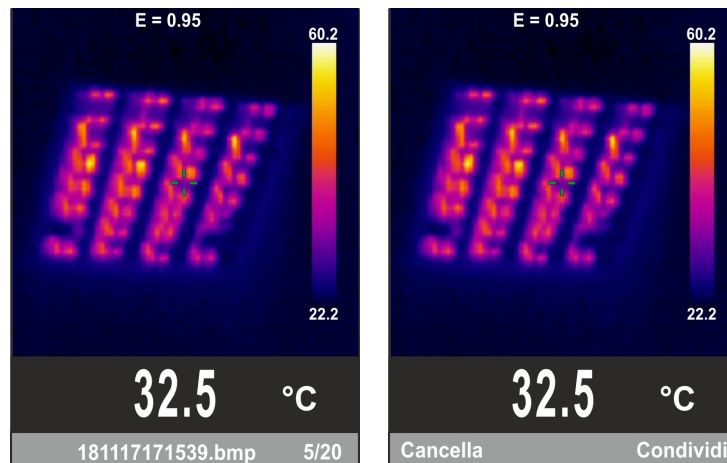

Fig. 7: Richiamo, cancellazione e condivisione dell'immagine a display
14. Usare i tasti ▲ o ▼ e il tasto **OK** per la selezione dell'opzione "Richiama foto". La videata di Fig.7 – parte sinistra (corrispondenti all'ultima immagine salvata) è mostrata a display:
16. Per cancellare l'immagine premere il tasto trigger **T** sull'immagine richiamata. La videata di Fig.7 – parte destra è mostrata a display. Premere nuovamente il tasto **T** per uscire dalla funzione